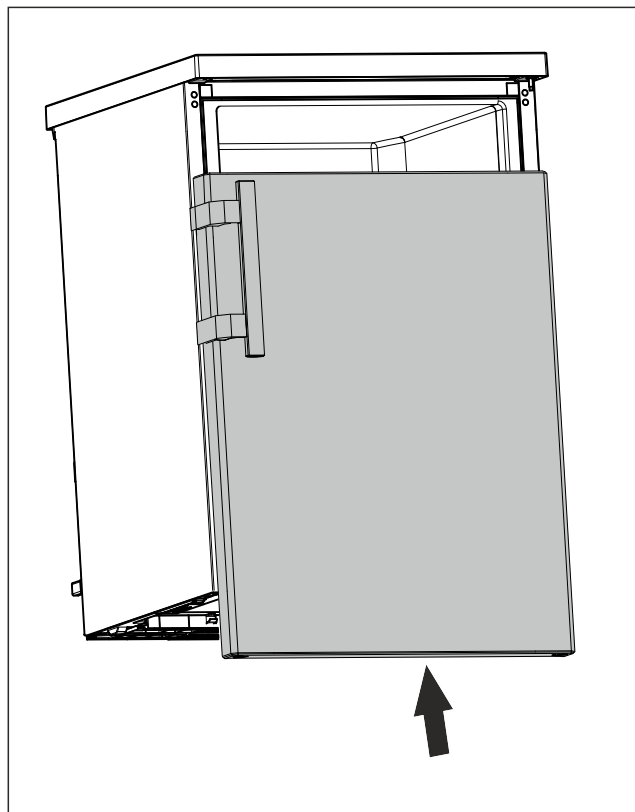

Fig. 19
- ▶ Skyv døren i lukket tilstand på den øvre bolten. (se Fig. 19)